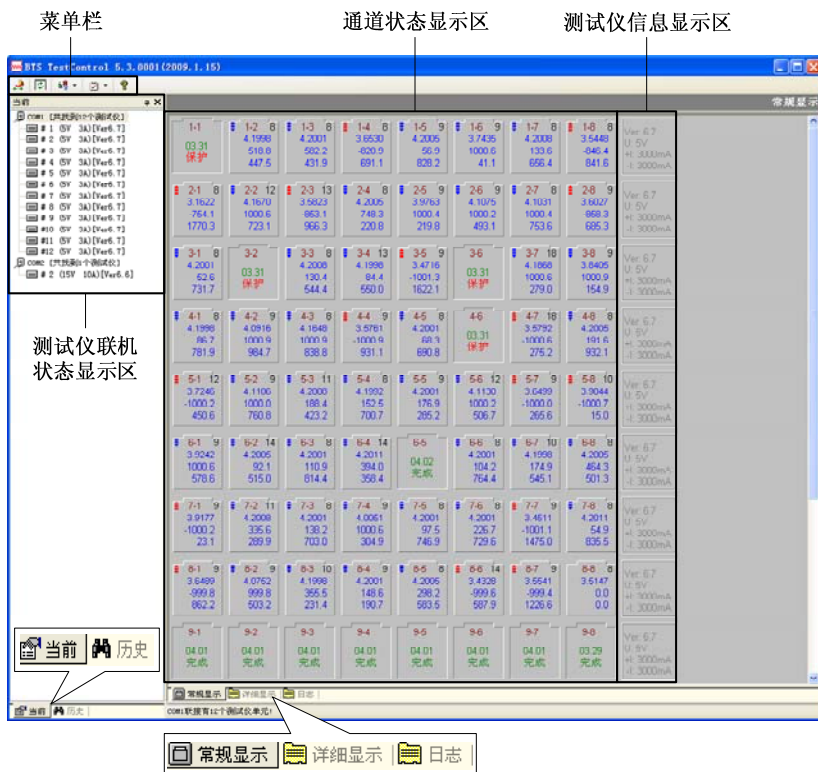

图 12 测试控制软件 TC53 主窗口
打开软件后，系统将自动搜索所有联机的测试仪。（测试仪显示在主窗口左上角，如图 12。）
打开控制软件后，进入该软件的主窗口即当前窗口，如图 12。
- 测试仪信息显示区：如图 12，在每行的最右边都会显示测试仪的版本号与量程，通道编号以测试仪的单元号开头加以区分；